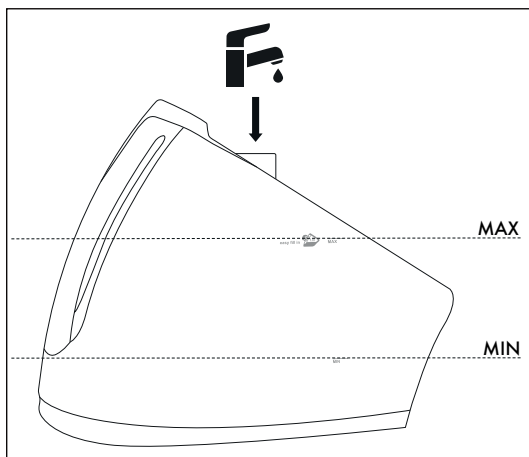

Fig. 4
- 3) Riempire d'acqua il serbatoio dell'acqua ⑩ attraverso l'apertura di riempimento ⑨ fino alla tacca **MIN**. Non superare però la tacca **MAX** del serbatoio dell'acqua ⑩ (vedere fig. 4).